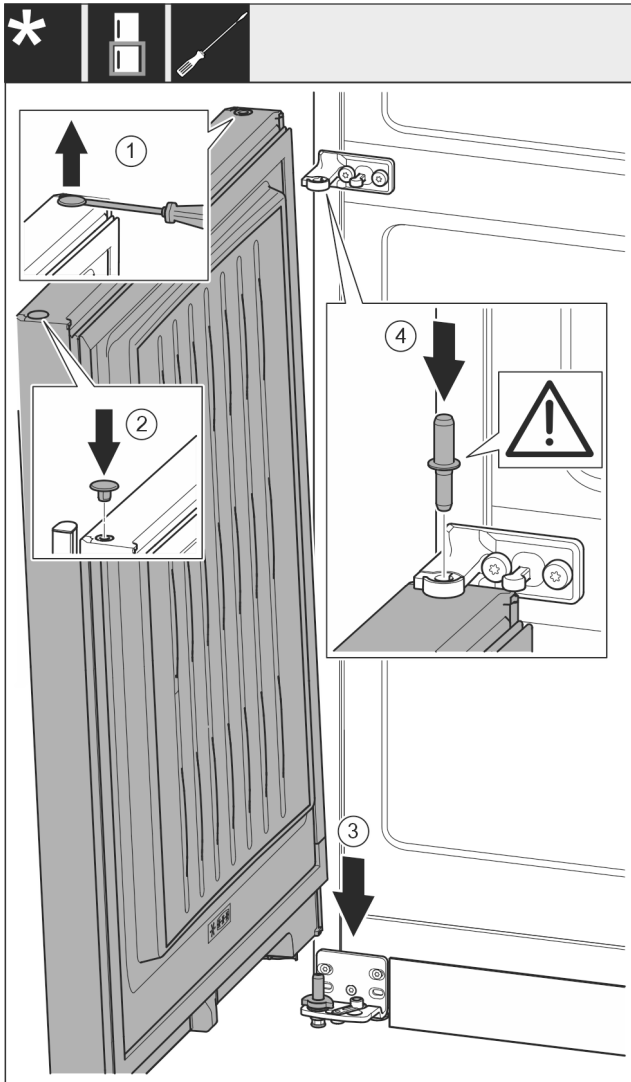

Fig. 20
- Ngrini lart me kujdes tapën Fig. 20 (1) me një kaçavidë me kokë petë dhe nxirreni jashtë.
- Vendosni sërish në vend tapën Fig. 20 (2) në anën tjetër të derës.
- Futni derën Fig. 20 (3) nga lart mbi bulonin e rrotullimit poshtë.
- Futni në derën poshtë bulonin e rrotullimit në mes Fig. 20 (4), duke e kaluar përmes bazamentit mbështetës në mes. Këtu bëni kujdes që gunga ndaluese të jetë e kthyer nga poshtë.